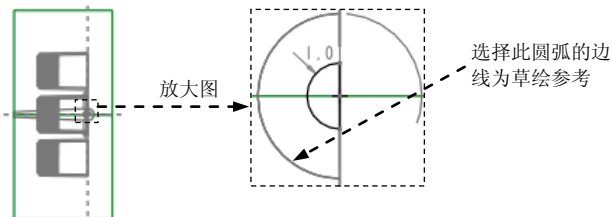

图 25.12 截面草图
- (1) 在出现的操控板中，确认“实体”类型按钮 被按下。
- (2) 定义草绘属性。右击，从快捷菜单中选择 **定义内部草绘...** 命令，草绘平面为 ADTM1，草绘平面的参考平面为 MAIN_PARTING_PLN，草绘平面的参考方位为 **左**。单击 **草绘** 按钮，至此系统进入截面草绘环境。
- (3) 将模型切换到线框模式下。在“模型显示”工具栏中单击“线框显示”按钮 **线框**。
- (4) 进入截面草绘环境后，选取图 25.12 所示的圆弧的边线和 MAIN_PARTING_PLN 基准面为草绘参考，绘制图 25.12 所示的截面草图。完成特征截面后单击“草绘”操控板中的“确定”按钮 。